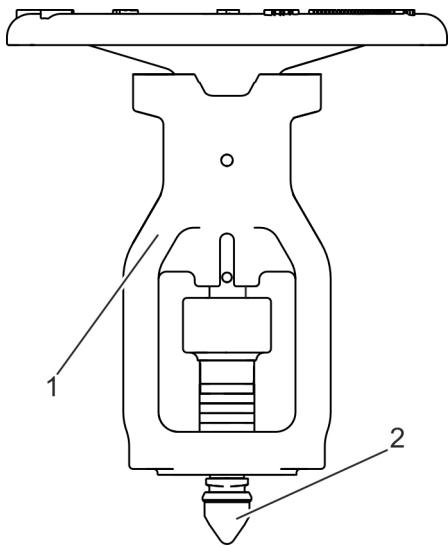

Fig. 43: Retrait du chapeau en étrier
- 14.** Retirer le chapeau en étrier (Fig. 43/1) avec le fouloir de presse-étoupe monté et la broche du carter.
- 15.** Dévisser la broche (Fig. 43/2) de la douille taraudée du volant.